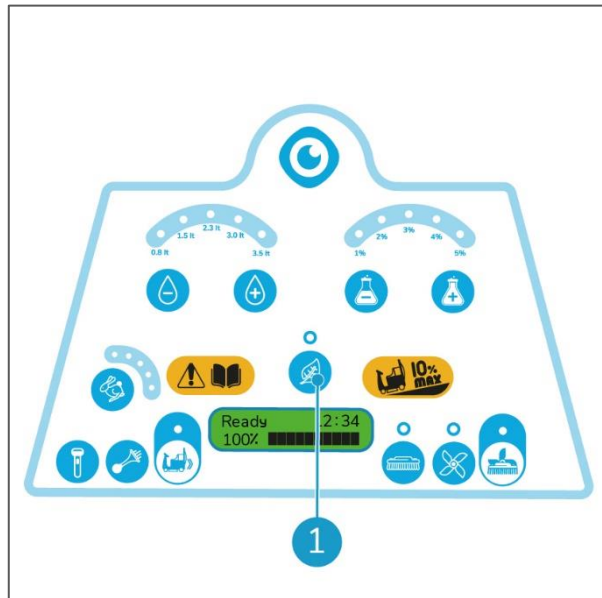

Figura 27
La modalità ECO (Figura 27, pos 1) rallenterà la macchina e ridurrà l'utilizzo di acqua e soluzione. Consultare la sezione 2.1.